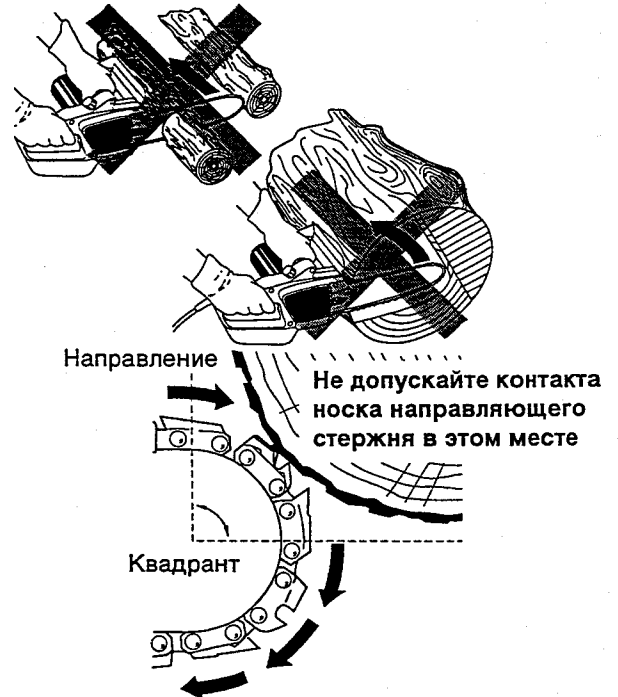

Рис. 1. Пример опасной отдачи. Во время движения цепи не допускайте контакта носка направляющего стержня с какими бы то ни было предметами
- Во время движения цепи не допускайте контакта носка направляющего стержня с какими бы то ни было предметами (рис. 1).